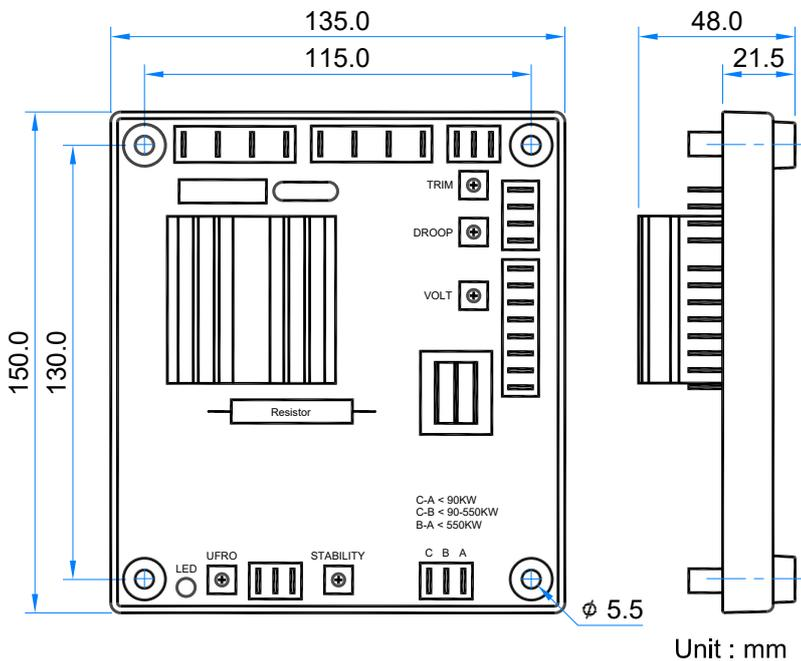

図 1 寸法図
1. 電圧調整器は、発電機セット内の適切な任意の位置に設置可能です。外形および取付け穴寸法については図 1 を参照してください。